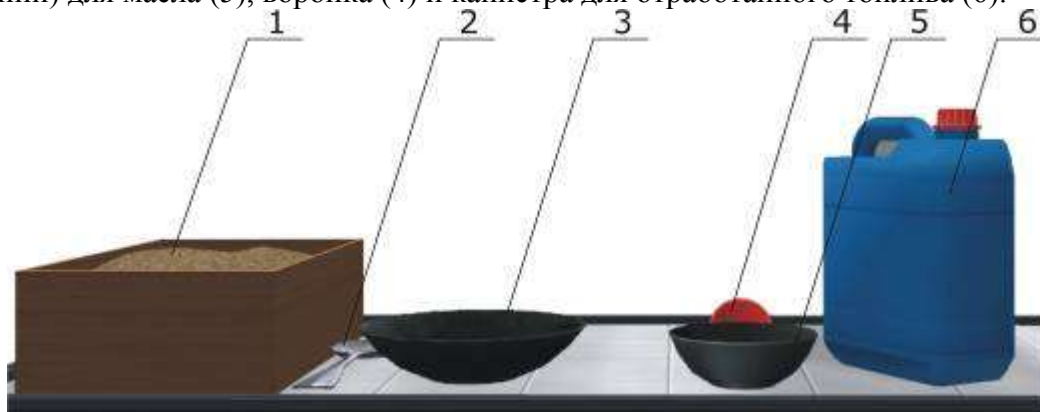

Рис. 2. Дополнительное оборудование
На столе находится ящик с песком (1) и ложка для засыпания песка в тигель (2) (рис. 2). Также на столе находятся два пустых тигля: больший (внешний) для песка (3) и меньший (внутренний) для масла (5), воронка (4) и канистра для отработанного топлива (6).